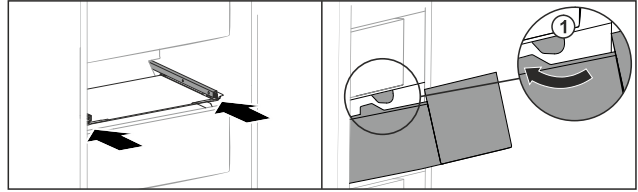

Fig. 146
- Schubfach um die Stopper Fig. 146 (1) herumführen.